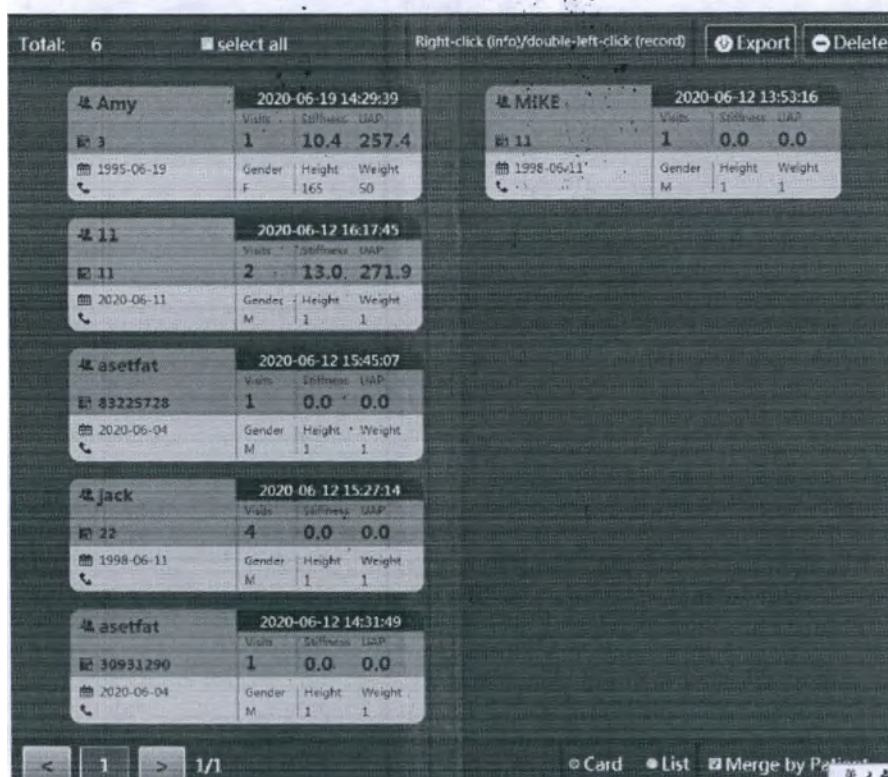
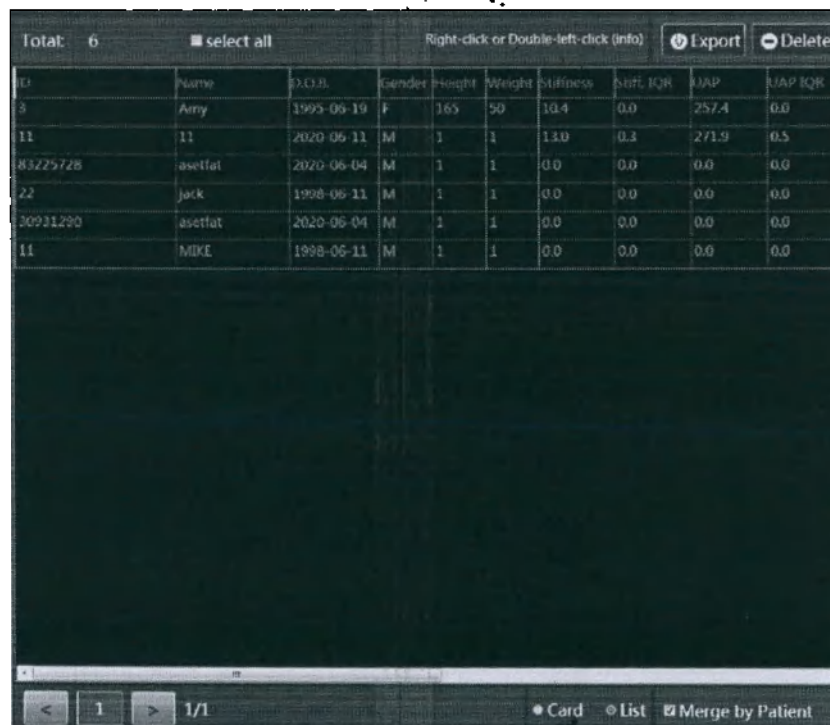

Рис. 6-10 Интерфейс массива карт
Рис. 6-11 Интерфейс информационного списка
2. Информация о медицинских картах может быть представлена в двух формах: массив карт и информационный список. Пользователи могут нажать на клавишу "Карта", чтобы выбрать форму массива карт, или "Список", чтобы выбрать форму информационного списка в соответствии со своими предпочтениями. Интерфейс массива карт показан на рис. 6-10, информационный список показан на рис. 6-11.